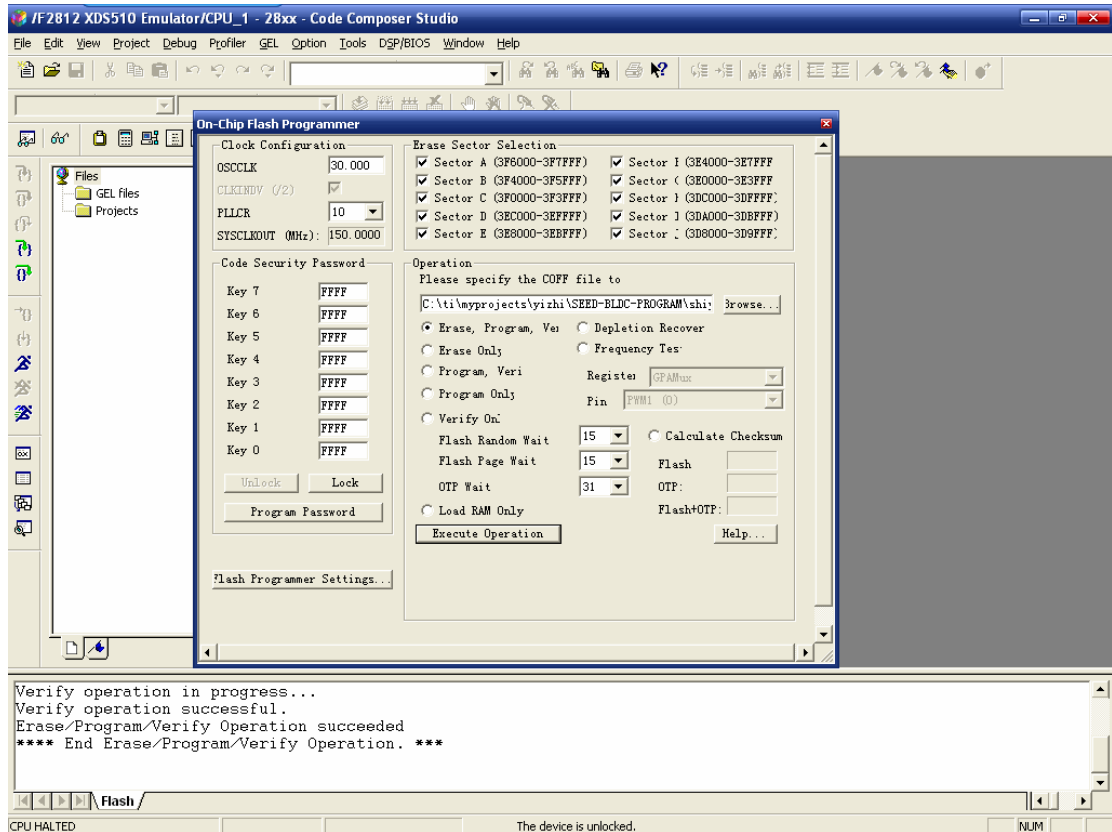

图 6-5
- 打开 CCS, 在 CCS 中用 Tool→F28xx On-Chip Flash Programmer 命令, 进入到图 6-5 的界面, 点击 Browse..., 打开 dtk/Debug/edit.out, 点击 Execute Operation, 将程序烧写到 DEC2812 的 flash 中去